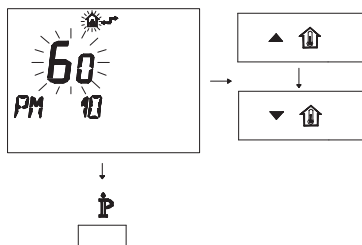

Figura 5.56
- Per modificare il SET programmato agire sui pulsanti **▲** **↑** o **▼** **↓** e aspettare che il numero programmato cominci a lampeggiare (Figura 5.56).